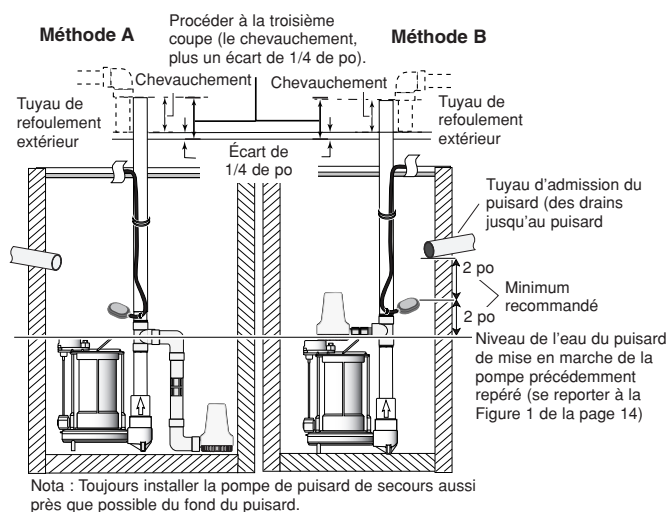

Figure 7 – Procéder à la troisième coupe pour enlever le tuyau de refoulement en trop
- Repérer le tuyau de refoulement, là où il doit être coupé. S'assurer de laisser un écart antiretour de 1/4 de pouce entre les extrémités des tuyaux. Cet écart absorbera les bruits de vibration et permettra la flexibilité. Voir la Figure 7.
- Procéder à la troisième coupe (voir la Figure 7).
- Brancher le tuyau de refoulement de la pompe sur le tuyau de refoulement extérieur avec la trousse manchon en caoutchouc et colliers (Réf. 1). Ne pas serrer les colliers tant que les derniers réglages ne sont pas terminés. Voir la Figure 7.
- Remettre la double pompe dans le puisard. Voir la Figure 7.